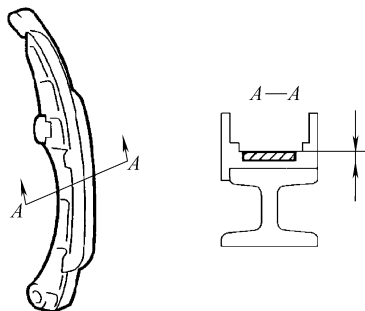

图 1-218 检查张紧器滑块厚度
① 将链条绕在正时链轮上。
② 用游标卡尺测量带链条的正时齿轮直径。
5) 检查链条张紧器滑块，见图 1-218。